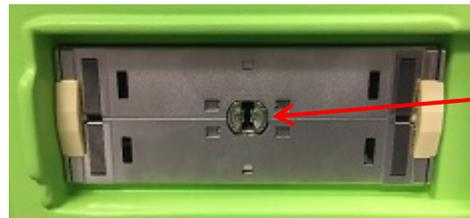

Figura 9: Tacca di blocco sullo slot del connettore del trasduttore
2. Allineare il perno di blocco (vedere la Figura 8) sul connettore del trasduttore con la tacca di blocco sullo slot del connettore del trasduttore del sistema ExactVu (vedere la Figura 9), in modo che il connettore del trasduttore sia orientato come indicato nella Figura 10.